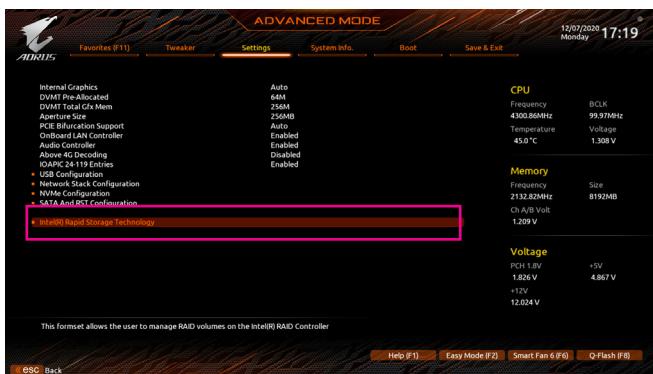

図 2
システムの再起動後、再度 BIOS セットアップに入ります。続いて **Settings\IO Ports\Intel(R) Rapid Storage Technology** サブメニューに入ります (図 2)。